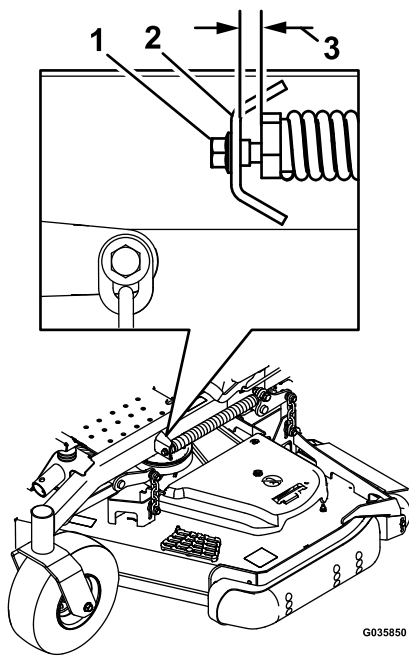

Figure 97
- B. Desserrez lentement la vis de réglage sur le ressort d'aide au levage jusqu'à ce que vous puissiez enlever la vis (voir Figure 97).